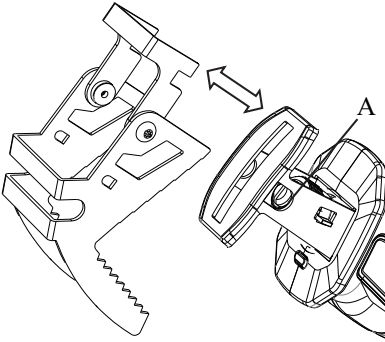
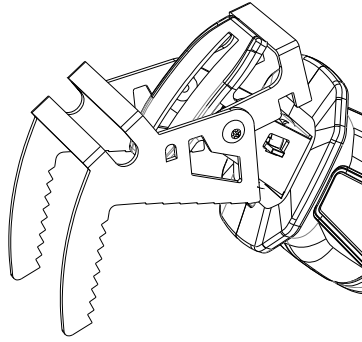
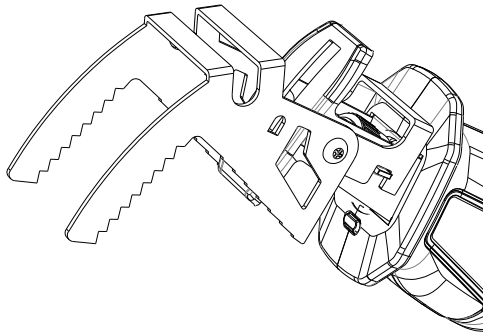

Abb. 4
Abb. 5
Abb. 6
Beim Installieren der Klemmbacke die Klemmbacke in den Schlitz gemäß der Richtung von Abb. 4(A) einrasten lassen; Drehen Sie es nach dem Einsetzen in die Schnalle gemäß der Richtung von Abb. 5(B) und befestigen Sie die gesamte Struktur. Der endgültige Rendering-Effekt ist in Abb. 6 dargestellt.